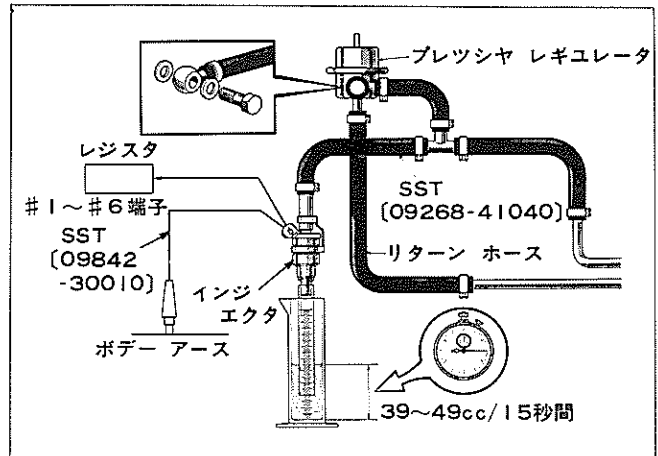

図3-2-35 インジェクタ噴射量点検
- (4) イグニッションスイッチをONの状態では短絡用端子を短絡しフューエルポンプを作動させ燃圧をかける。
- (5) 図3-2-35のように結線して噴射量の点検を行なう。